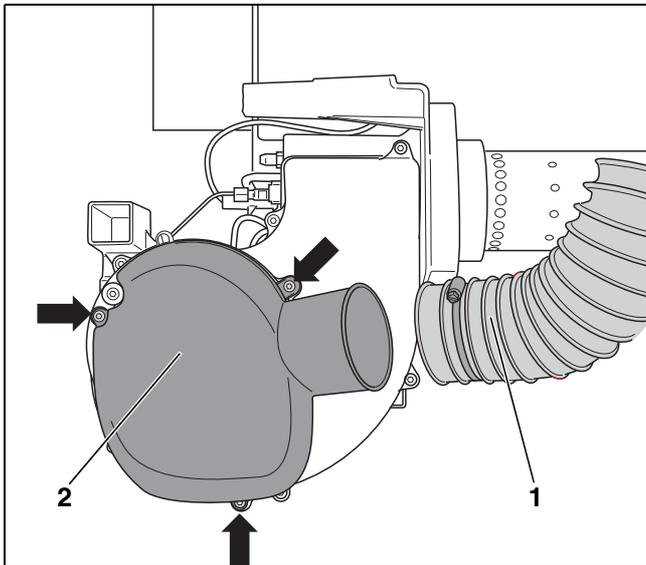
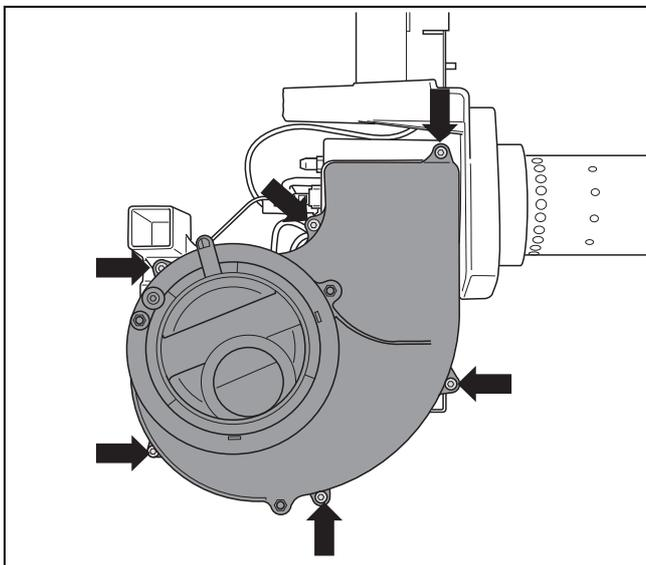

Bild 26 Ansaugschalldämpfer demontieren
Bild 27 Gebläseradabdeckung demontieren
- Spezialschlauchschele (→ Bild 26, [1]) der Verbrennungsluftzufuhr für raumluftunabhängigen Betrieb lösen.
- Die Befestigungsschrauben (→ Bild 26, Pfeile) lösen und den Ansaugschalldämpfer (→ Bild 26, [2]) abnehmen.
- Die sechs Befestigungsschrauben (→ Bild 27, Pfeile) lösen und die Gebläseradabdeckung abnehmen.
- Gebläseradabdeckung (→ Bild 27) und Ansaugschalldämpfer (→ Bild 26, [1]) wieder befestigen.
- ▶ Die Spezialschlauchschele (→ Bild 26, [1], Seite 16) lösen und Ansaugschlauch abziehen.